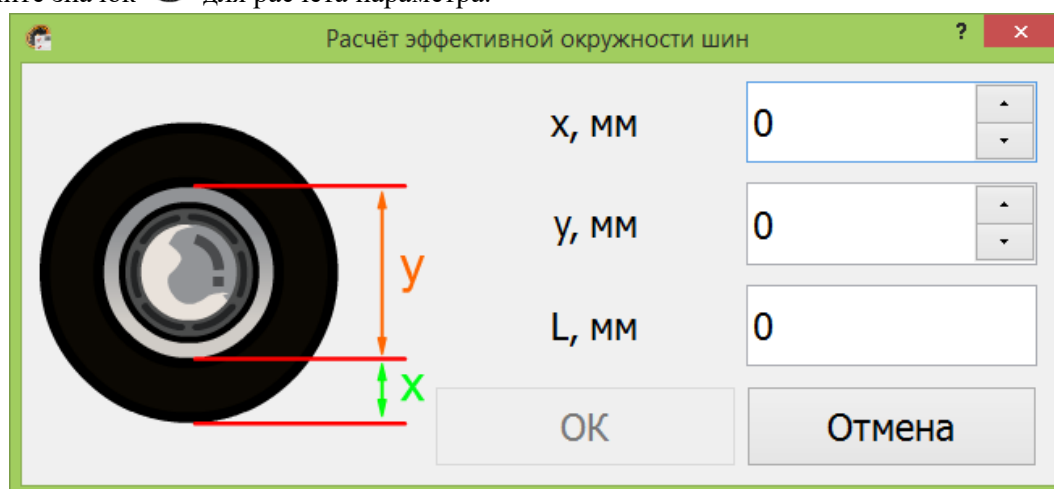

Рисунок 17 – Настройка эффективной окружности шин
Для более точного расчёта эффективной окружности колеса (L) осуществите замер расстояния от поверхности земли до нижнего края обода диска (x) и диаметр диска (y) ведущей оси транспортного средства ближайшей к КПП, как показано на Рисунок 17. Внесите полученные значения в миллиметрах в программу, значение эффективной окружности колеса (L) будет рассчитано автоматически.